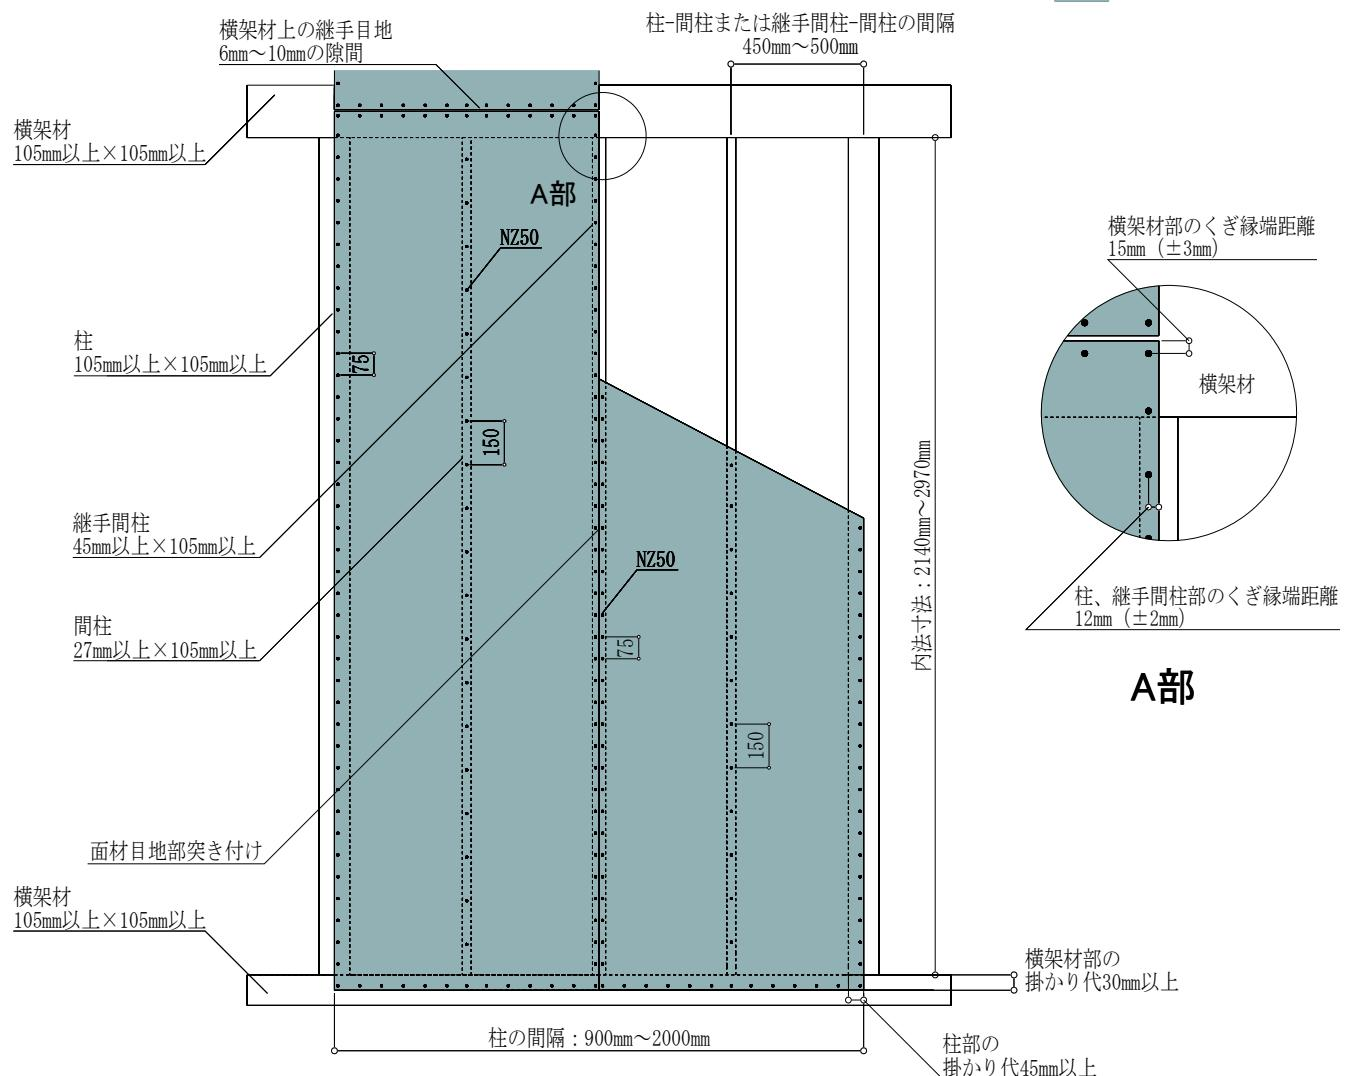

図6 標準仕様 (FRM-0678 : 2.7 倍) 施工概略図 (2P の場合)
施工においては、図6および注意事項に記載の内容を遵守してください。
- ・タイガーEX ハイパーは、原則1枚張りとします。縦継ぎ張りについては、P30「⑨縦継ぎ張りについて」をご確認ください。
- ・図6は2Pの施工例となっておりますが、1Pの場合も耐力壁とできます。